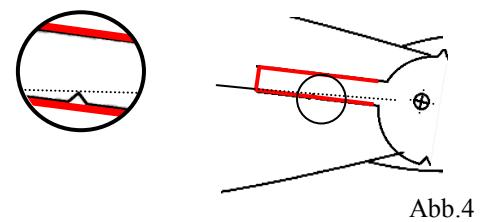

Abb.4
#### Tracé fémoral (fig.4 et 5) :
### **AK drawing (fig. 4 and 5)** :
**Oberschenkelzeichnen (Abb. 4 und 5) :**